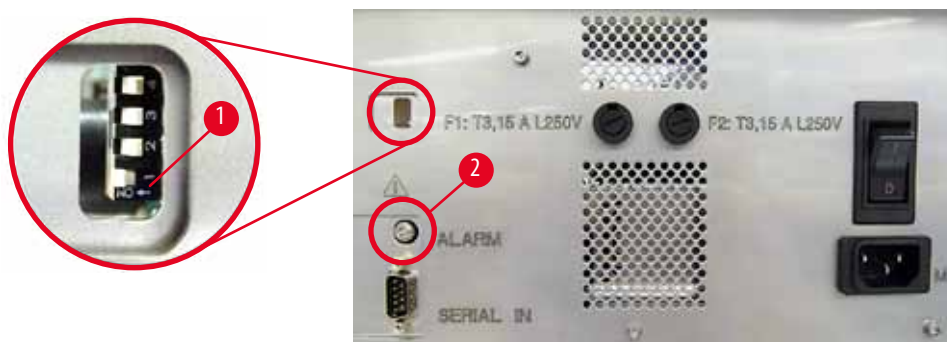

Рис. 40
- » Для деактивации датчика сигналов отожмите выключатель в самой нижней части (→ "Рис. 40-1") вправо (→ "Рис. 40").